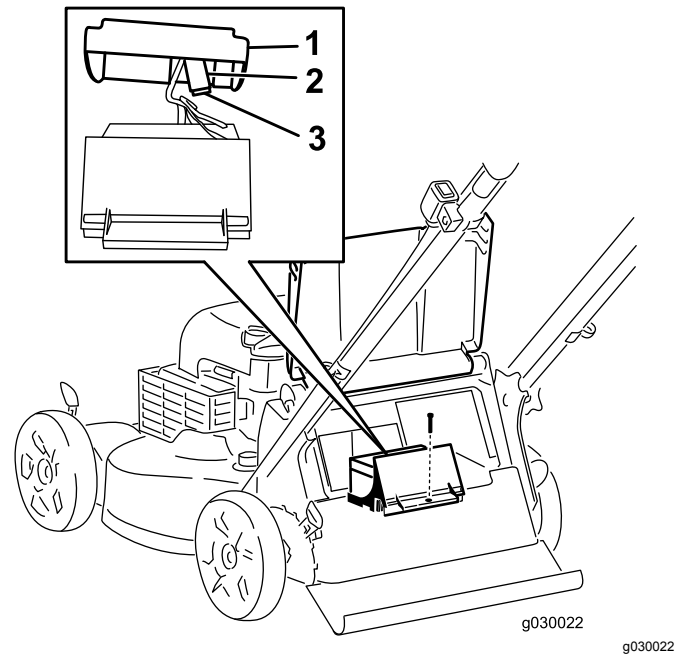

Figure 31
3. Enlevez la vis qui fixe le logement de la batterie, sortez la batterie et localisez le fusible (Figure 31).
4. Remplacez le fusible dans le porte-fusible (Figure 31).